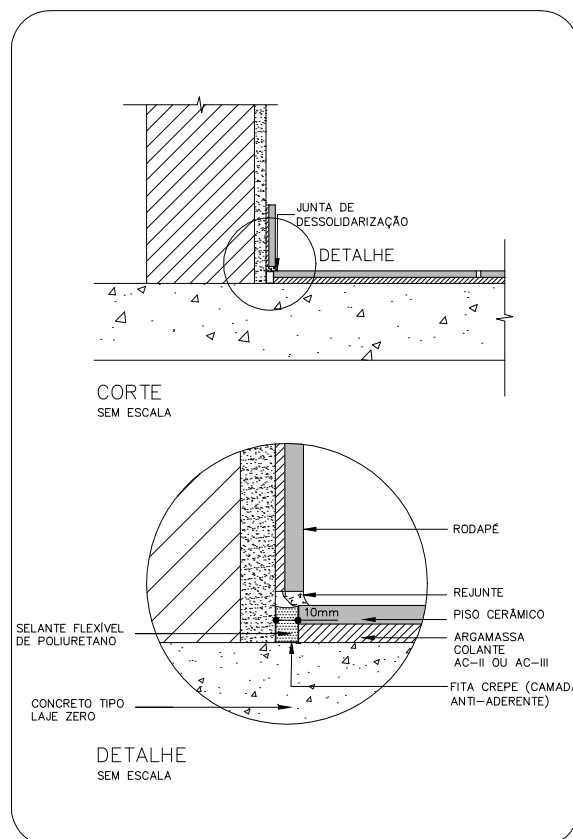
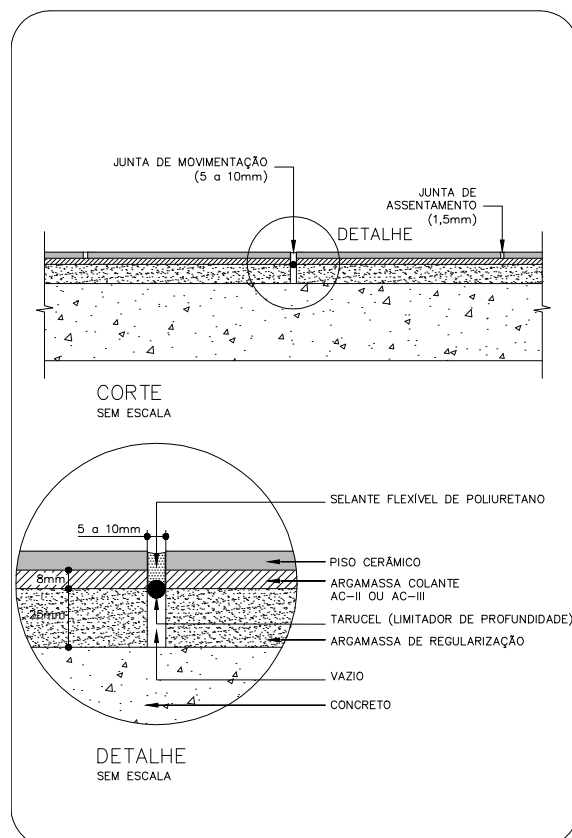

Figura 2:
Figura 3:
- » As juntas de dessolidarização deverão ser executadas por ocasião do assentamento do piso cerâmico, respeitado o tempo de cura do concreto, garantindo um afastamento de 10mm entre painéis. Colar fita "crepe" no leito das juntas, formando uma camada antiaderente em todo o fundo. [Ver figura 2].
- As juntas de movimentação devem ser executadas sempre que a área do piso for igual ou maior que 32m² para interiores ou sempre que uma das dimensões for maior que 8m. Para exteriores ou pisos internos expostos diretamente à insolação e/ou umidade, as juntas de movimentação devem ser executadas sempre que a área for igual ou maior que 20m², ou sempre que uma das dimensões do revestimento for maior que 4m (item 5.1.2 da norma ABNT NBR 13753:1996). O posicionamento das juntas de movimentação deve considerar a paginação da cerâmica, pois as mesmas devem coincidir com as juntas de assentamento:
- » Para assentamento sobre argamassa de regularização, as juntas de movimentação devem ter de 5 a 10mm de largura e aprofundar-se até a laje. No espalhamento da argamassa de regularização, executar as juntas com frisorador. [Ver figura 3].